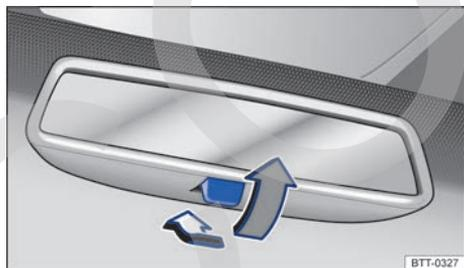

Fig. 99 En el parabrisas: retrovisor interior antideslumbrante manual.
- Para oscurecer el retrovisor, tire de la palanca hacia atrás → fig. 99.